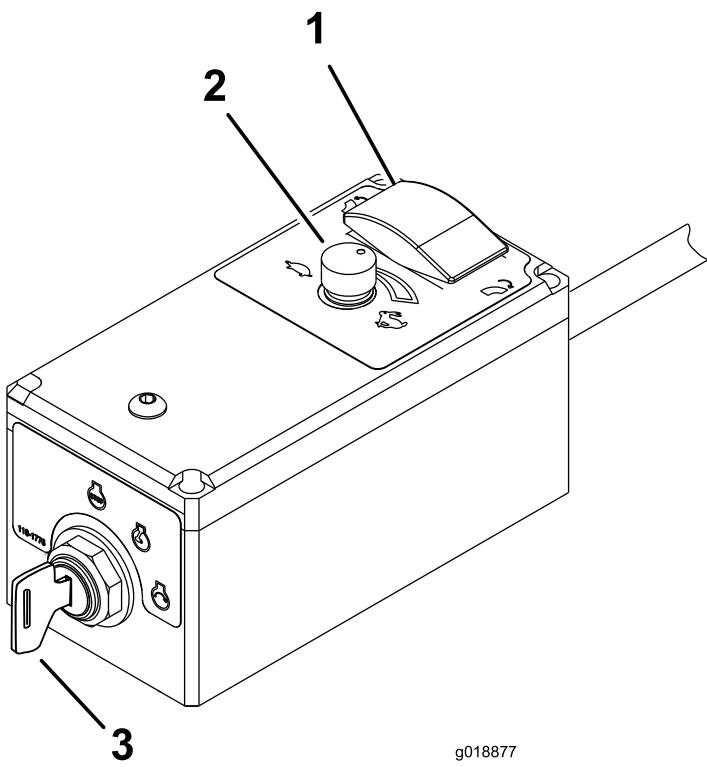

Рисунок 10
- Поверните ключ замка зажигания двигателя по часовой стрелке в положение Пуск (START), чтобы запустить двигатель; отпустите ключ после запуска двигателя (Рисунок 10).
3. Если вы покидаете машину, поверните ключ зажигания двигателя в положение Выкл. (OFF) и выньте его из выключателя (Рисунок 10).